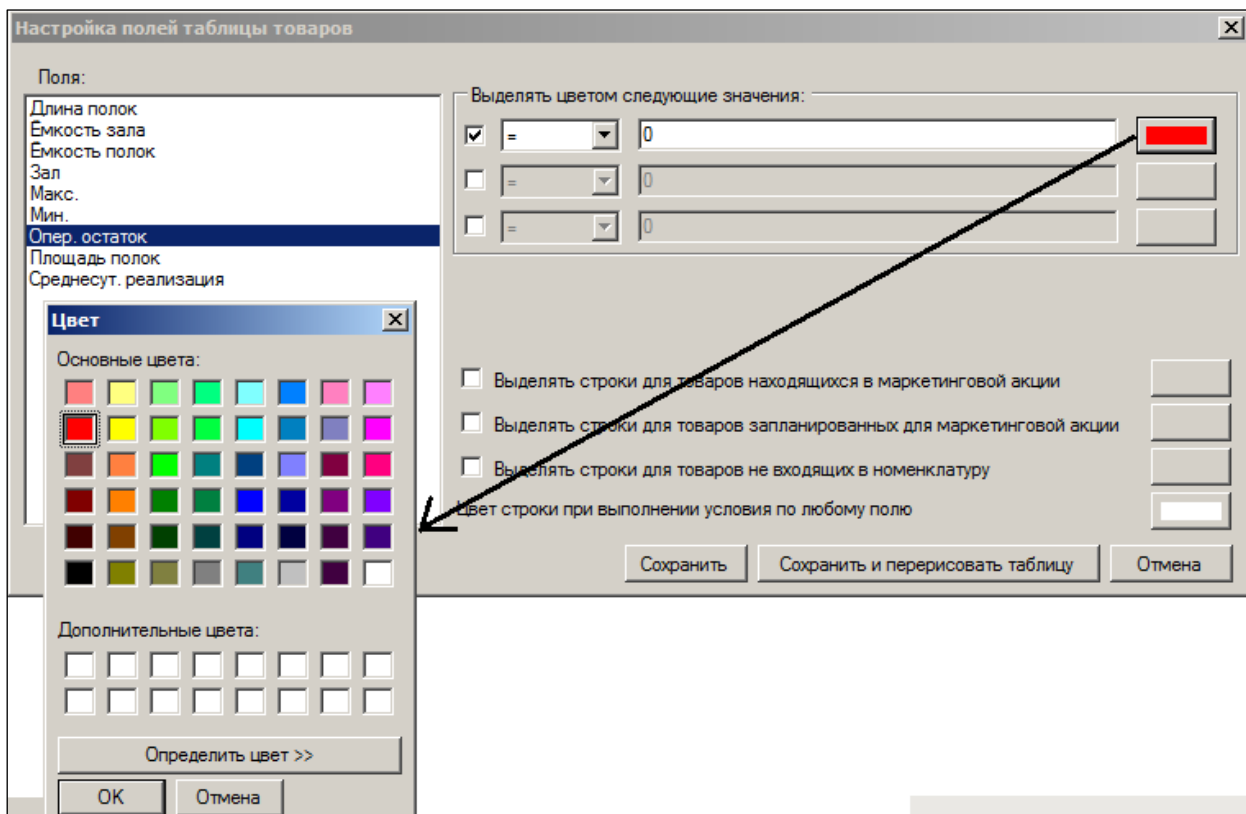
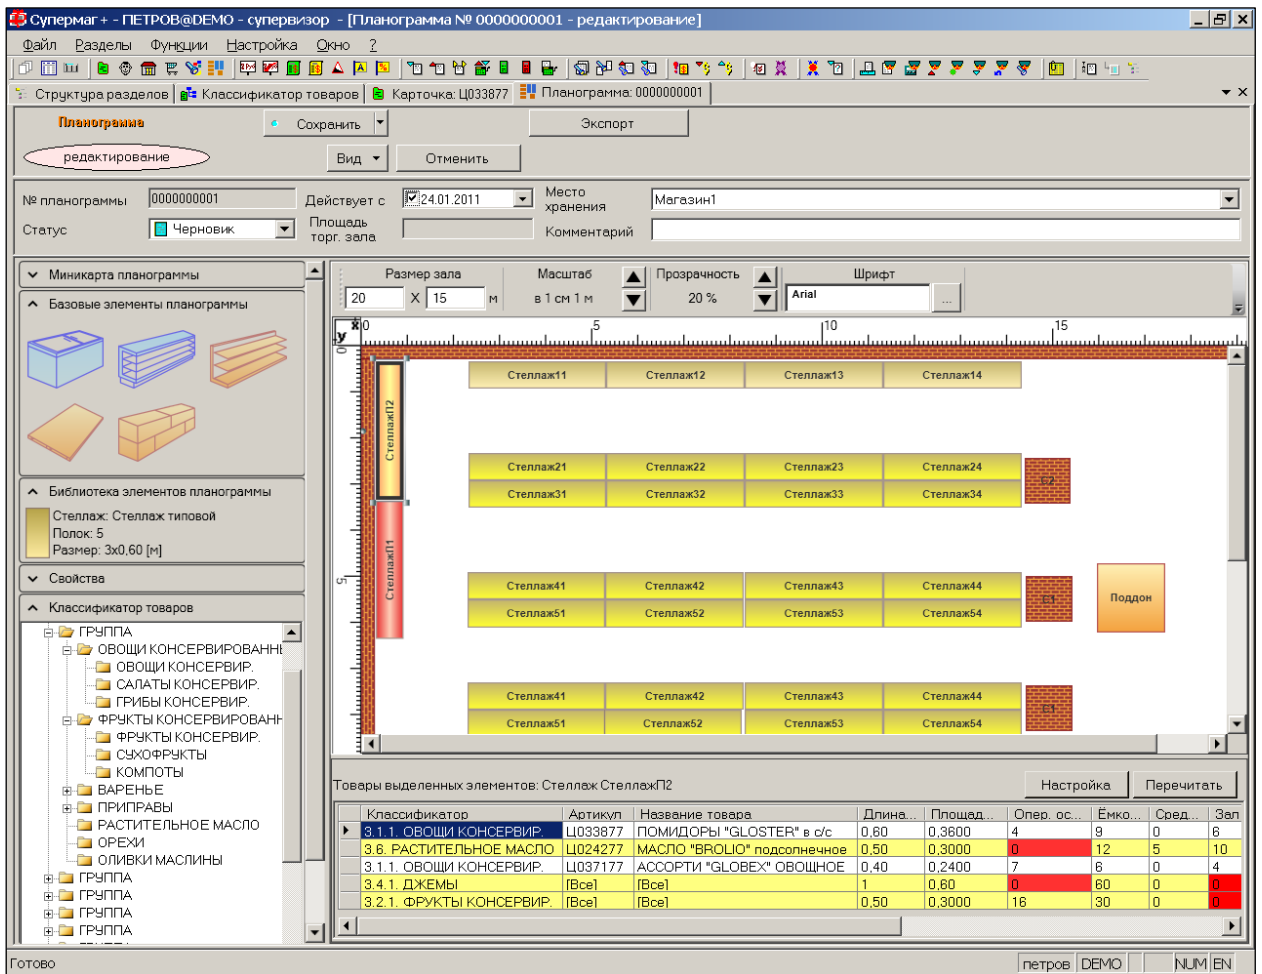

Рисунок 100 – Выделение ячеек таблиц артикулов цветом по заданному условию (1)
Рисунок 101 – Выделение ячеек таблиц артикулов цветом по заданному условию (2)
8. Строки и ячейки таблицы артикулов могут быть выделены цветом по заданному условию, например, «остаток равен 0». Для настройки условия выделения и цвета строк и ячеек надо нажать кнопку **Настройка** в правом нижнем углу и задать необходимые условия (Рисунок 100 и Рисунок 101):